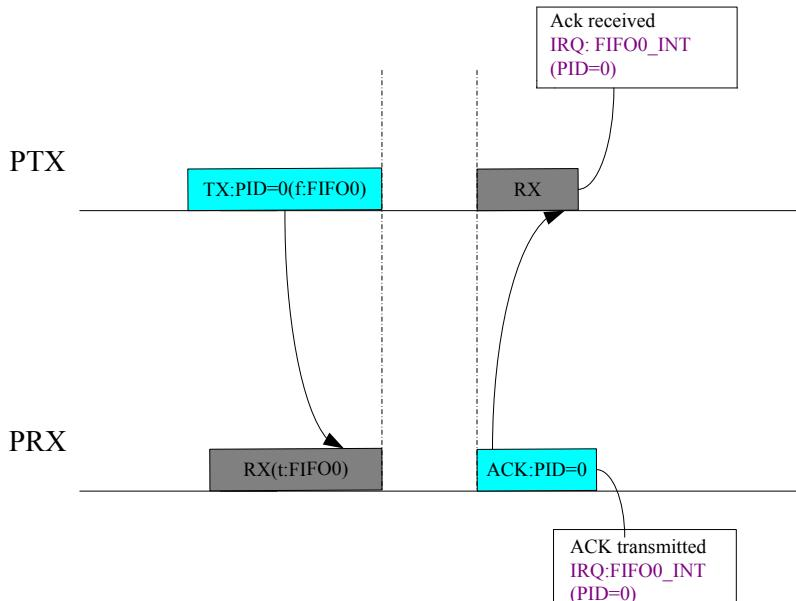

图 10-7 ACK 使能正常通讯中断示意图
- ◆ 当 PTX 与 PRX 同时使能当前通信 PIPE 的 ACK 功能后 (Pn_EN = '1' 并且 Pn_ACKEN = '1')。PRX 在正确接收一帧数据后由 RX 模式自动切换为 TX 模式发送 ACK 帧，并在完成 ACK 帧发送后置起 FIFO0_INT (0x11) 中断标志位（详见图 10-7）。PTX 在一帧数据发送完成后由 TX 模式自动切换为 RX 模式等待接收 ACK 帧，并在成功接收到 ACK 帧后置起 FIFO0_INT 中断标志位（详见图 10-7）。
ACK 使能情况下($Pn_ACKEN=1$)，PTX 在成功接收 ACK 后，中断标志位 FIFO0_INT 将置'1'。若 PRX 成功接收数据包(PHR 与 PSDU 正确)，在回复 ACK 后中断标志位 FIFO0_INT 将置'1'，如图 10-7 所示。